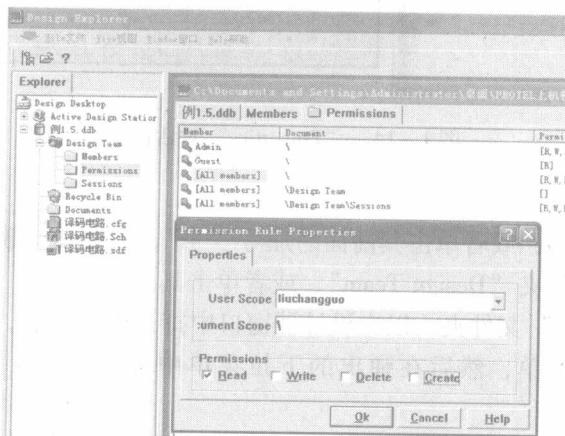

图1-17 “Premission Rule Properties”对话框
(2) 双击“[All members]”，在弹出的“Permission Rule Properties”对话框中单击“User Scope”后的下拉按钮，并从中选择新增加的成员名称“liuchangguo”，在其下面的编辑框中输入权限范围（如“\ Document”，表示权限只对设计数据库中的“Document”文件夹起作用），然后指定具有的权限。总共有4种权限，分别是“Read”（读）、“Write”（写）、“Delete”（删除）和“Create”（创建）。选中“Read”（读）前面的复选框，如图1-17所示。
(3) 单击“OK”按钮，完成操作。